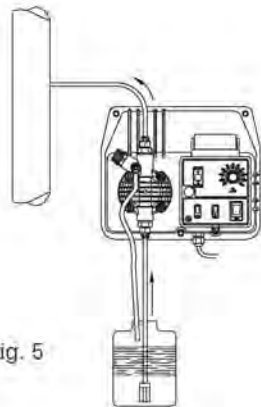
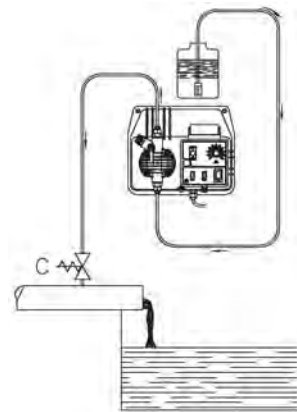

Fig. 5
Fig. 6
- Placer la pompe de la manière indiquée dans la figure 5 en tenant compte du fait qu'elle peut être fixée aussi bien au dessus qu'au dessous du liquide à doser dans une limite maximale de 2 mètres. Le point d'injection doit toujours être placé plus haut que le liquide à injecter. Ne pas installer la pompe directement sur le réservoir car certains additifs dégagent des vapeurs qui risquent d'endommager l'appareil. Pour une installation correcte se reporter à la figure 12. Si l'installation à traiter travaille à la pression atmosphérique (introduction de l'additif à déchargement libre), le réservoir de l'additif doit toujours se faire plus haut que le point d'injection (Fig. 6), contrôler périodiquement la fonctionnalité de la soupape d'injection, car si elle est trop usée l'introduction de l'additif dans l'installation risque de se faire par chute (même avec l'appareil arrêté). Si le problème persiste, insérer une soupape de contre-pression C calibrée de manière appropriée entre la pompe doseuse et le point d'injection (Fig. 6). Pour des liquides dégagant des exhalations agressives, ne pas installer la pompe au dessus du réservoir à moins que celui-ci ne soit fermé hermétiquement.